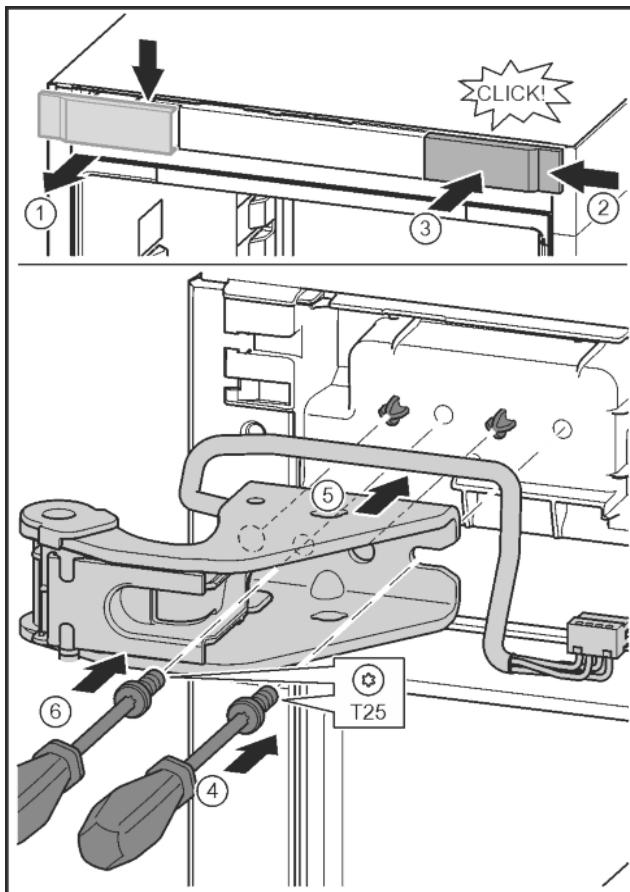

Fig. 31
- ▶ Kryt uvolněte a sejměte do strany. Fig. 31 (1)
- ▶ Kryt otočený o 180° zavěste na druhé straně zprava. Fig. 31 (2)
- ▶ Zaklapněte kryt. Fig. 31 (3)
- ▶ Šroubovákem T25 nasadte šrouby. Fig. 31 (4)
- ▶ Nasadte horní stojan ložiska. Fig. 31 (5)
- ▶ Utáhněte šroub. Fig. 31 (4)
- ▶ Šroubovákem T25 vložte šroub a utáhněte. Fig. 31 (6)